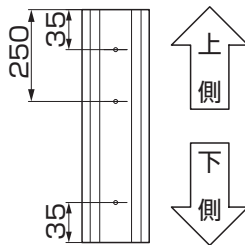

図1-2
- T-12柱下側スリーブ材には上下の区別があります。(図1-2参照)